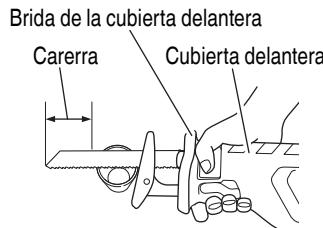

Fig. 12
- No desmonte la cubierta delantera (consulte la Fig. 1). Para utilizarla, sostenga firmemente con la mano la cubierta delantera. No obstante, no coloque la mano o el dedo más allá del reborde (véase imagen 12) de la cubierta superior para evitar heridas.
- Seleccione una hoja de sierra del largo más apropiado. Lo ideal sería que el largo que sobresale de la base de la hoja de sierra después de restar la carrera sea mayor que el del material (consulte las Fig. 12 y 13).